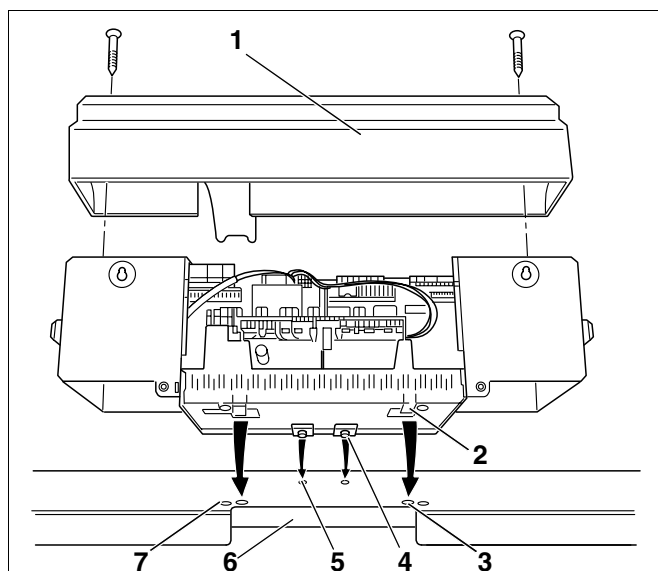
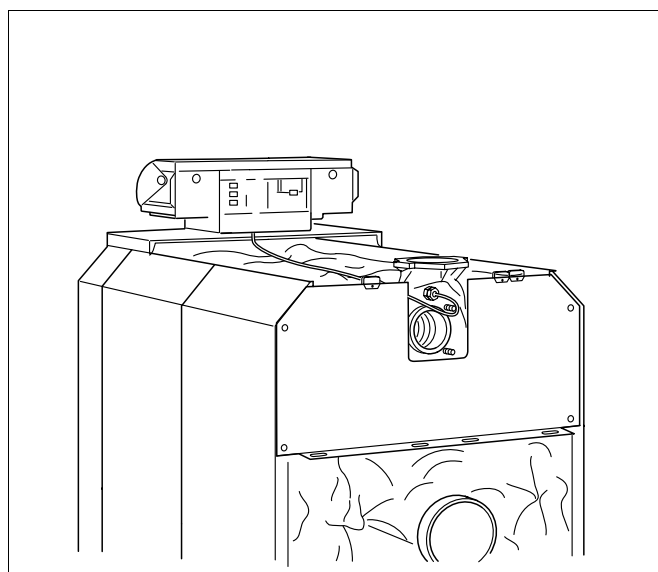

Fig. 60 Montering av kontrollpanel
Fig. 65 Kjel med montert kontrollpanel
- Løsne de to skruene i klemmedekselet (Fig. 60, **Pos. 1**). Ta klemmedekselet opp og fjern det.
- Sett på kontrollpanelet. Sett kontrollpanelets innskyvningshaker (Fig. 60, **Pos. 4**) forfra inn i de ovale boringene i kjelens fremre topplate (Fig. 60, **Pos. 5**). Trekk kontrollpanelet fremover og vipp det deretter bakover. De elastiske hakene (Fig. 60, **Pos. 2**) må gå i inngrep bak i de firkantede åpningene i kjelens fremre topplate (Fig. 60, **Pos. 3**).
- Skru fast kontrollpanelets sokkel på høyre og venstre side av kabelgjennomgangen (Fig. 60, **Pos. 6**) på kjelens fremre topplate ved hjelp av to metallskruer (Fig. 60, **Pos. 7**).
- Skru fast klemmedekselet (Fig. 60, **Pos. 1**) på kontrollpanelets sokkel igjen ved hjelp av to metallskruer (Fig. 65).